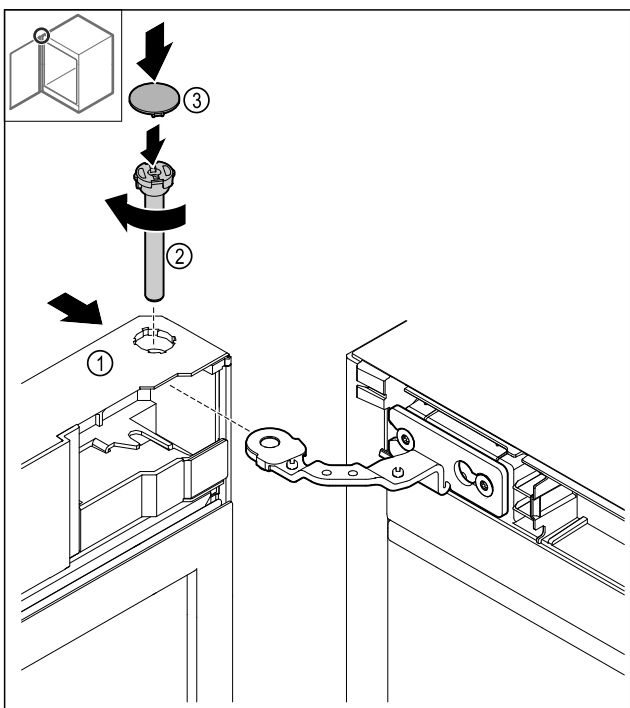

Fig. 47
- Skub døren Fig. 47 (1) ind på det øverste hængsel.
- Indsæt boltten Fig. 47 (2), og skru den fast med uret.
- Påsæt afdækningen Fig. 47 (4).